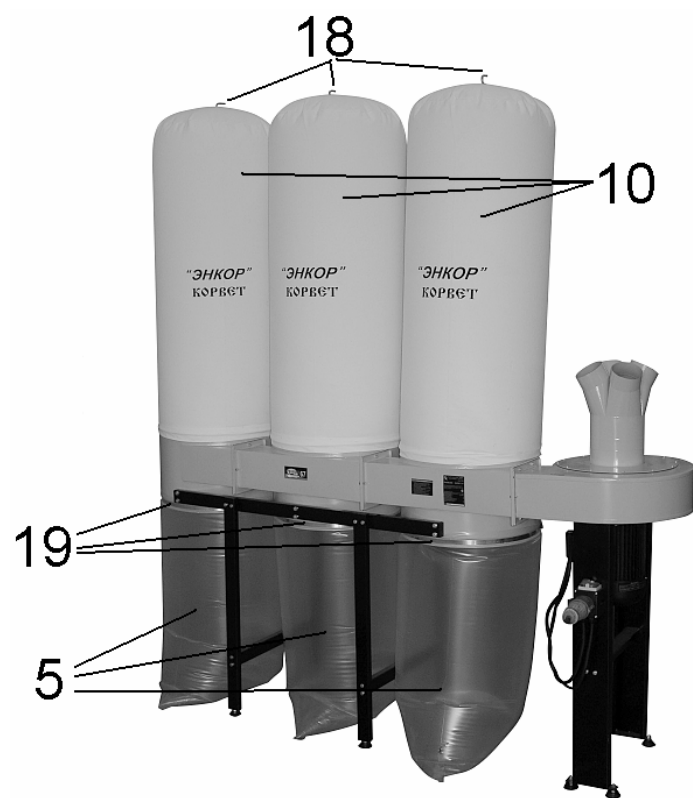

Рис.9
8.7. Подвесьте 3 фильтрующих мешка (10) на вертикальные стойки (18) и закрепите мешки на корпусах фильтров с помощью хомутов (19). Подвесьте 3 пылесборных мешка (5) на три корпуса фильтра, закрепив их тремя хомутами (19), Рис. 9.
ВНИМАНИЕ: Перед включением вилки шнура питания пылесоса в розетку электросети всегда нужно удостовериться, что магнитный пускатель (11), Рис.9, находится в исправном состоянии.